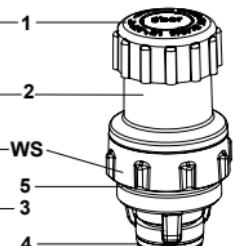

fig. 3b
El cuerpo de la válvula (3) está sellado mediante juntas tóricas. Asegúrese de que ambas juntas tóricas (4 + 5) estén montadas en la pieza superior de sustitución (**ver fig. 3b y 4b**) y de que la rosca de la pieza superior, así como la zona de sellado adyacente a la junta tórica del cuerpo de la válvula (3), estén limpias y tengan un aspecto metálico brillante.